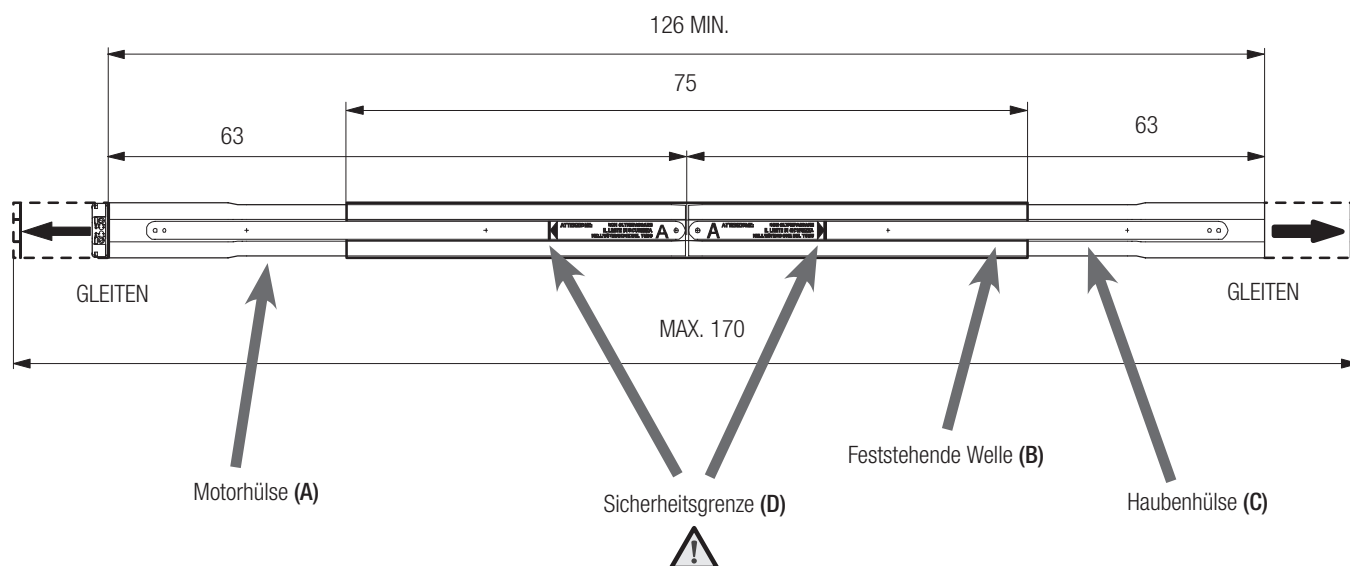

Abb. 10
Zum Erzielen des Mindestwerts die beiden Hülsen (Abb. 10, Bez. A-C) vollständig in die feststehende Welle einsetzen (Abb. 10, Bez. B) (Länge der Welle 126 cm). Zum Erzielen des Höchstwerts die beiden Hülsen (Abb. 10, Bez. A-C) bis zur auf der Platte markierten Sicherheitsgrenze aus der Welle (Abb. 10, Bez. D) herausziehen (Länge der Welle 170 cm).
! BEIM SCHIEBEN DER HÜLSEN ZUR AUSSENSEITE DER FESTSTEHENDEN WELLE DIE SICHERHEITSGRENZE NIEMALS ÜBERSCHREITEN (Abb. 10, Bez. D)
4.2 IM KAPITEL 3.3 BESCHRIEBENE MONTAGEARBEITEN (Abb. 10)